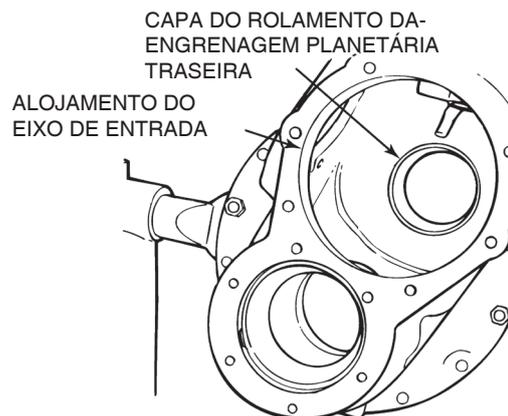

Figura 5.76
12. Se removido, instale a capa do rolamento para o planetário traseiro na caixa do diferencial. Use uma prensa e uma luva para instalar a capa na caixa do diferencial. Se uma prensa não estiver disponível, use uma luva ou uma barra de bronze, tarugo longo e um martelo para instalar a capa. A capa estará corretamente instalada quando a face da capa estiver assentada contra o fundo do alojamento. Figura 5.76.